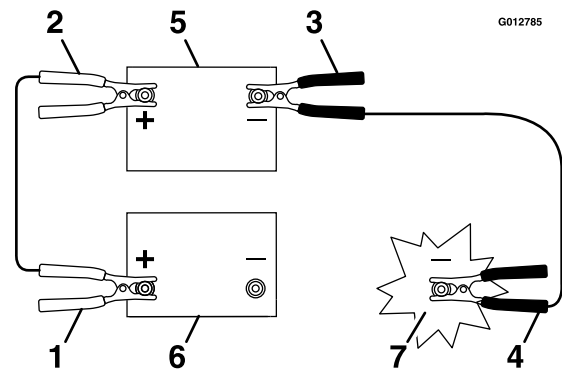

Figure 64
3. Connectez le câble positif (+) à la borne positive (+) de la batterie à plat qui est reliée au démarreur ou au solénoïde, comme montré à la Figure 64.